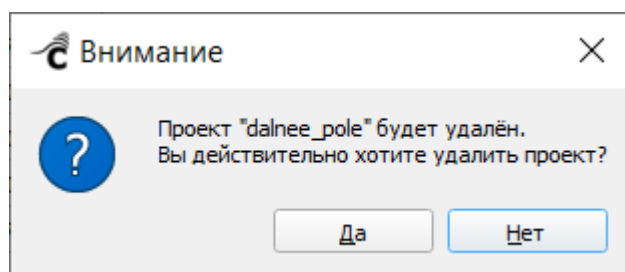

Рисунок 34 – Подтверждение удаления выбранного проекта
– «Удалить» – удаляет выбранный проект. Перед удалением необходимо подтвердить действие, нажав «Да» во всплывающем сообщении (Рисунок 34);